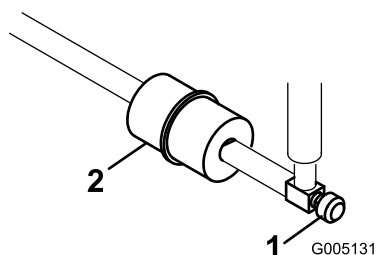

図 45
燃料フィルタはインライン・タイプで、燃料タンクとキャブレタの間にあります（図 45）。フィルタに付いている矢印をエンジンの方に向けて取り付けてください。
1. 燃料バルブを閉じ、フィルタのキャブレタ側についているホースクランプをゆるめ、燃料ラインからフィルタを外す（図 45）。
2. フィルタの下に容器を置き、もう一方のクランプも外してフィルタを取り出す（図 45）。